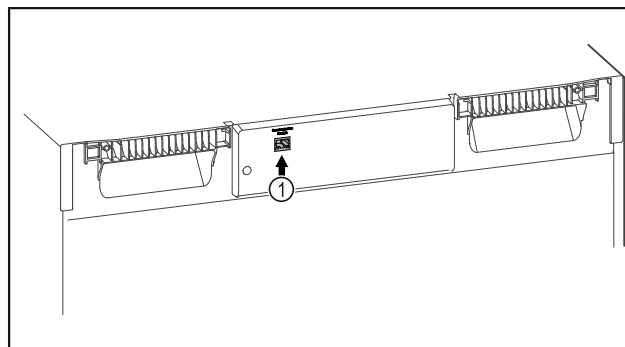

Fig. 138
- SmartModule Fig. 138 (1) je nasadený.